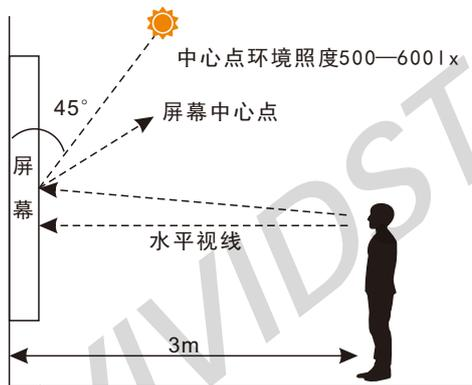
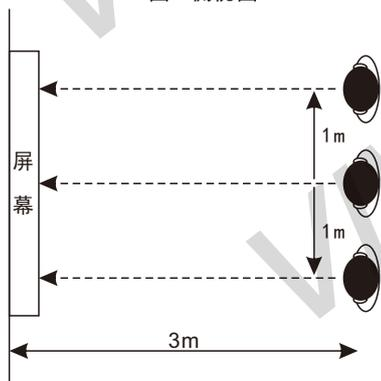

图1 侧视图
图2 俯视图
- ①将屏幕升起贴近墙面，观测者直立立于距离屏幕3m远的距离；
- ②观测者须在正常光照环境下（照度500—600lx）进行观察；
- ③观测者与屏幕正面距离3m观察，且屏幕中心点须贴齐或高于水平视线（如图1），并于中心点、向左位移1m、向右位移1m做观察（如图2）。